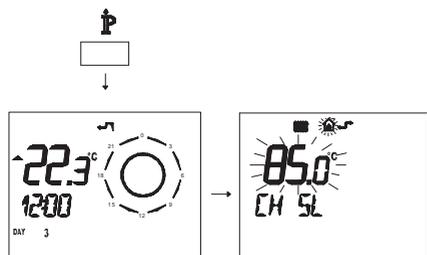

Figura 5.73
- Premere per più di 3 secondi il pulsante **IP** per entrare in modalità **INFO** (Figura 5.73).